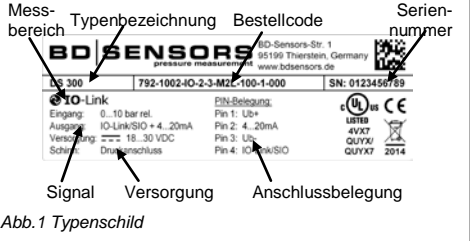

Abb.1 Typenschild
- Vergewissern Sie sich, dass Ihr Gerät als Sonderausführung für Sauerstoff-Anwendungen bestellt und entsprechend geliefert wurde. Am einfachsten können Sie dies anhand des Typenschildes überprüfen (vgl. Sie hierzu Abb. 1). Endet Ihr Bestellcode mit den Ziffern "007", ist Ihr Gerät für die Sauerstoff-Anwendungen geeignet.